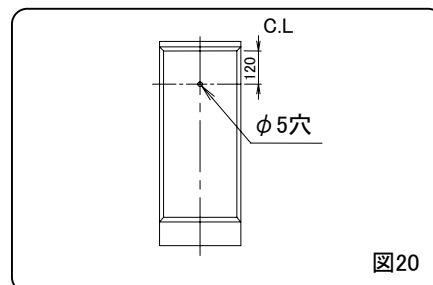

図20
- ②下台キャビネットの後板の所定位置に壁面取付け用の下穴(φ5穴)を加工してください。(図20)
- ③下台キャビネットを所定の位置に設置してください。